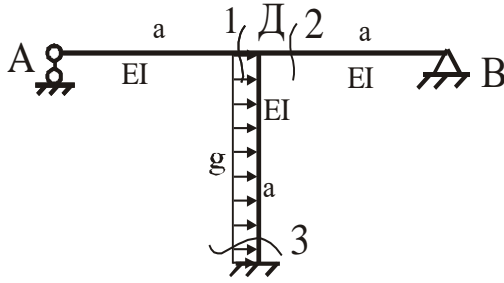

Рис. 18
14. Угол поворота узла D для рамы на рис. 18 равен: